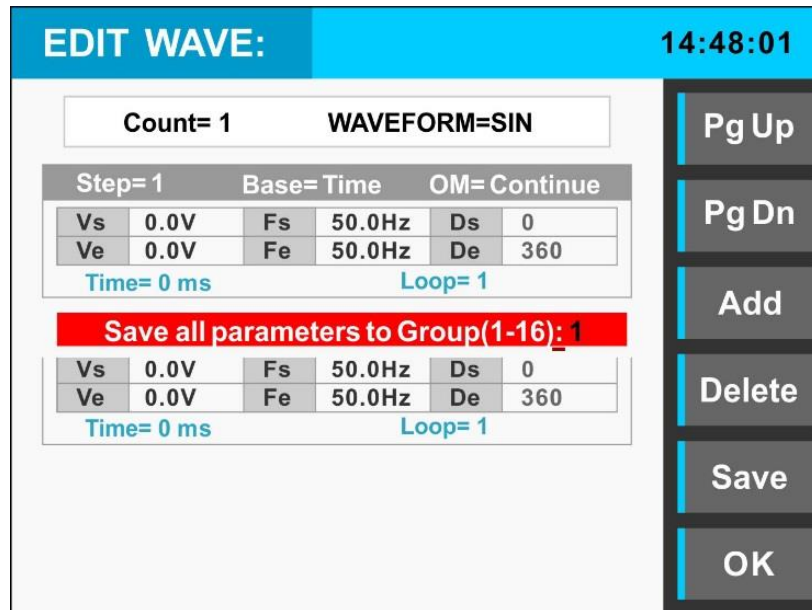

图3-6 Edit模式下save界面
- d) **增加波形：**选择“Add”命令可以增加另一组参数的波形，每页最多可以显示三组参数。参考步骤a)、b)、c)完成波形参数的设定。设定后可以修改、删除、保存。其中选择“Pg Up”、“Pg Dn”命令可以进行翻页。其设置界面如图3-6所示。